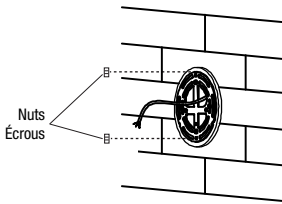
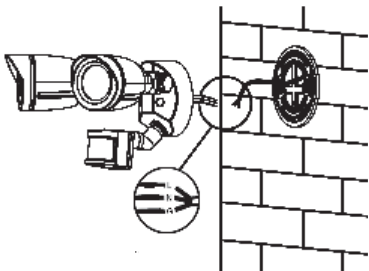

Fig. 2B
Fig. 3B
3. Drill holes on the wall and insert expansion screws. Fix mounting plate with expansion screws (Fig. 2B).
**NOTE:** The mounting plate must be placed respecting to the sides of the luminaire and the wall as shown in Fig. 2B. The color of the mounting plate it's either bronze or white to match the housing finish. 4. Connect the wires, refer to the Wiring Diagram: GROUND luminaire wire (green/yellow) connected to the supply wire (green), LINE luminaire wire (black) connected to line power supply wire (black), NEUTRAL luminaire wire (white) connected to neutral wire (white) (Fig. 3B, Fig. 8).
3. Percer les trous sur le mur et insérer les vis d'expansion. Fixer la plaque de montage avec les vis d'expansion (Fig. 2B).
**NOTE:** La plaque de montage doit être positionnée en respectant les côtés du luminaire et du mur comme montré sur la Fig. 2B. La couleur de la plaque de montage est soit bronze, soit blanche afin de correspondre avec la finition du boîtier. 4. Connecter les fils, en vous référant au schéma de câblage: Le fil du luminaire GROUND (vert/jaune) est connecté au fil d'alimentation de mise à la terre (vert), le fil du luminaire LINE (noir) est connecté au fil d'alimentation de ligne (noir), le fil du luminaire NEUTRE (blanc) est connecté au fil neutre (blanc) (Fig. 3B, Fig. 8).